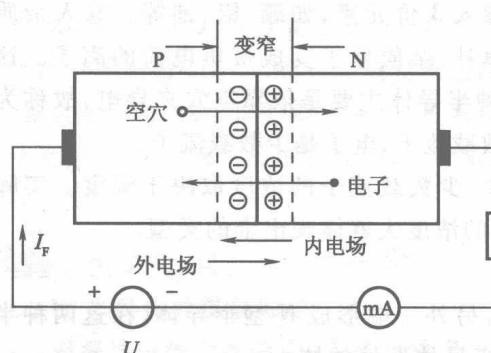

图 1.4 PN 结加正向电压
(2) PN 结的单向导电特性。PN 结是构成各种半导体器件的基本单元,使用时总是加有一定的电压。在 PN 结两端外加电压,称为给 PN 结加偏置电压。在 PN 结上外加正向电压,即 P 区接高电位,N 区接低电位,此时称 PN 结为正向偏置(简称正偏),如图 1.4 所示。